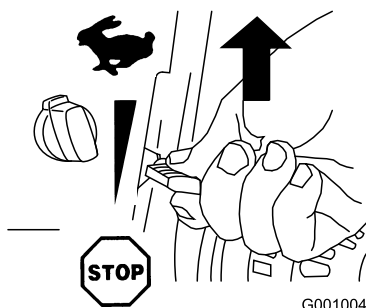

Bild 20
2. Stellen Sie den Gasbedienungshebel auf Schnell (Bild 20).